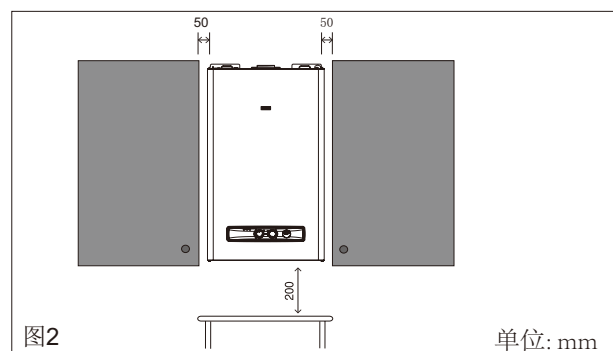
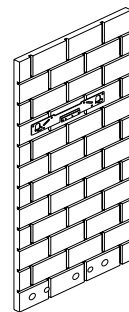
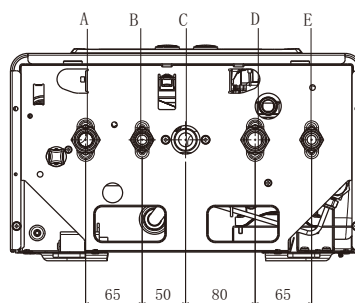

图2
图3
图4
3. 安装要求 (图2-图3)
固定预组装模板 (图3)
4. 锅炉水系统连接 (图4)
- 取下的外壳固定螺钉(A)(图4);
6. 燃气连接 (图3-图4)